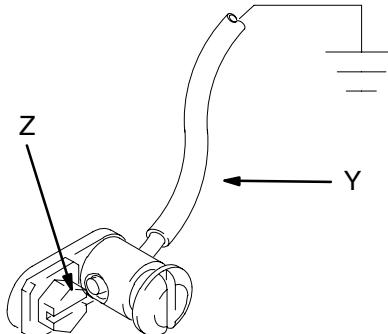

Рис. 2
2. **Не внесенные в UL список насосы:** Используйте провод заземления и зажим, как показано на Рис. 2. Выкрутите винт заземления (Z) и вставьте через проушину кольцевого зажима на конце провода заземления (Y). Вкрутите винт заземления обратно в насос и надежно затяните его. Подсоедините другой конец заземляющего провода к надежной линии заземления. Заказывайте деталь № 222011 Провод заземления и зажим.